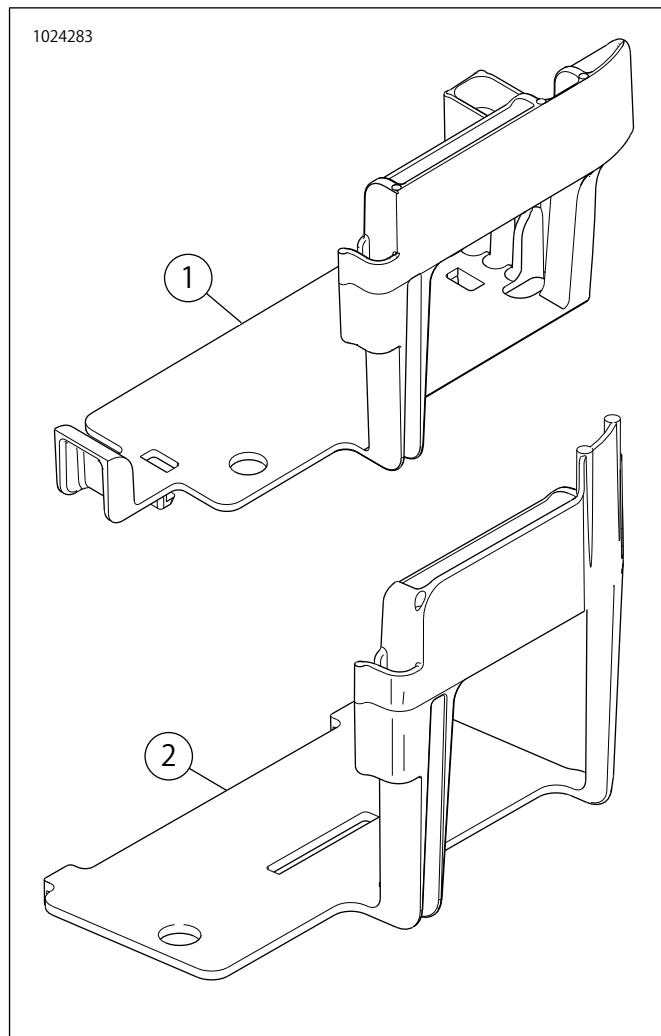

図27. 変更されていないSoftailバッテリーキャディ
4. 「図27」を参照してください。バッテリーキャディを取り外します。サービスマニュアルを参照してください。